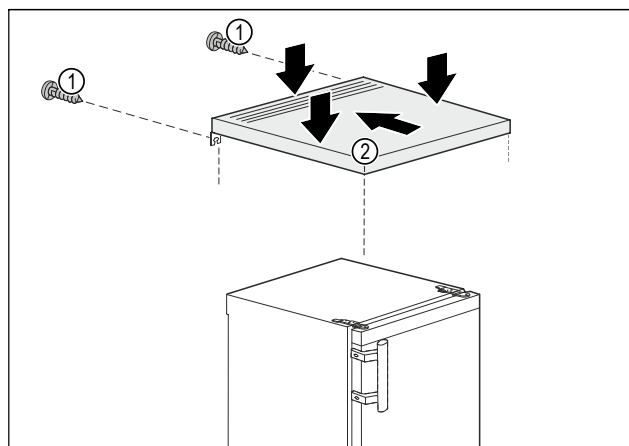

Fig. 4
- ▶ Положите верхнюю панель Fig. 4 (2) на устройство.
- ▶ Сдвиньте верхнюю панель Fig. 4 (2) назад.
- ▶ Надавите на верхнюю панель Fig. 4 (2) сзади вниз.
- ▶ Затяните винты Fig. 4 (1) на задней стенке.
- ▶ Верхняя панель Fig. 4 (2) смонтирована.